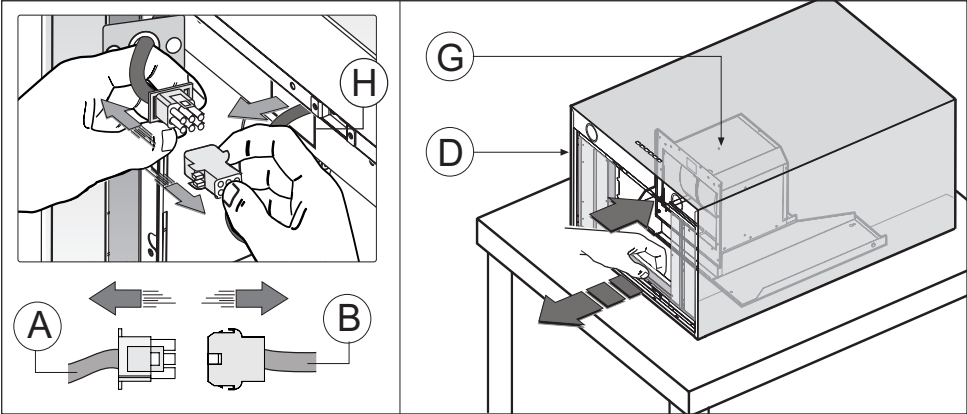

Fig.4
- All'interno dell'asola **H** ci sono dei fili collegati con un connettore rapido (**A-B** fig.4), bisogna tirare i cavi all'esterno e separare la connessione elettrica come indicato in fig.4.